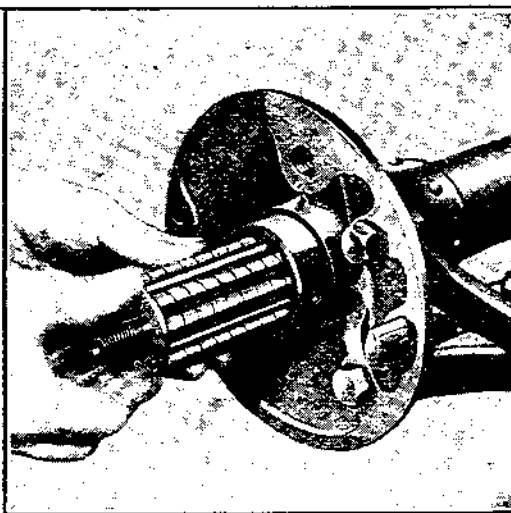

Fig. 357
**637** — Graisser le roulement à la graisse consistante, et l'enfoncer dans le fourreau jusqu'à ce qu'il repose contre la rondelle en acier. (Voir fig. 357.)